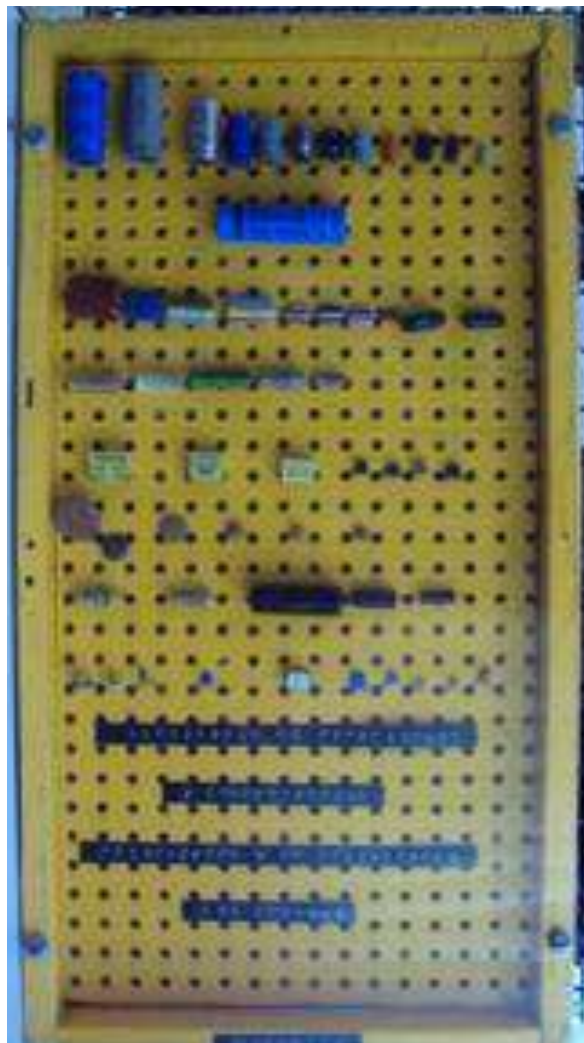

Figura 3.4 Tablero de capacitores
- a) Explicación por parte del profesor, con ayuda del tablero de muestra de capacitores, de los diferentes tipos y sus características (figura 3.4).